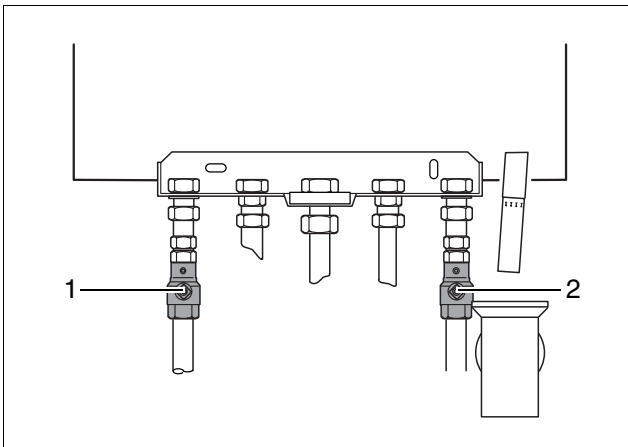

Fig. 2 Rubinetti di manutenzione
- Aprire i rubinetti di manutenzione in prossimità del raccordo di mandata e di ritorno (fig. 2, pos. 1 e 2).